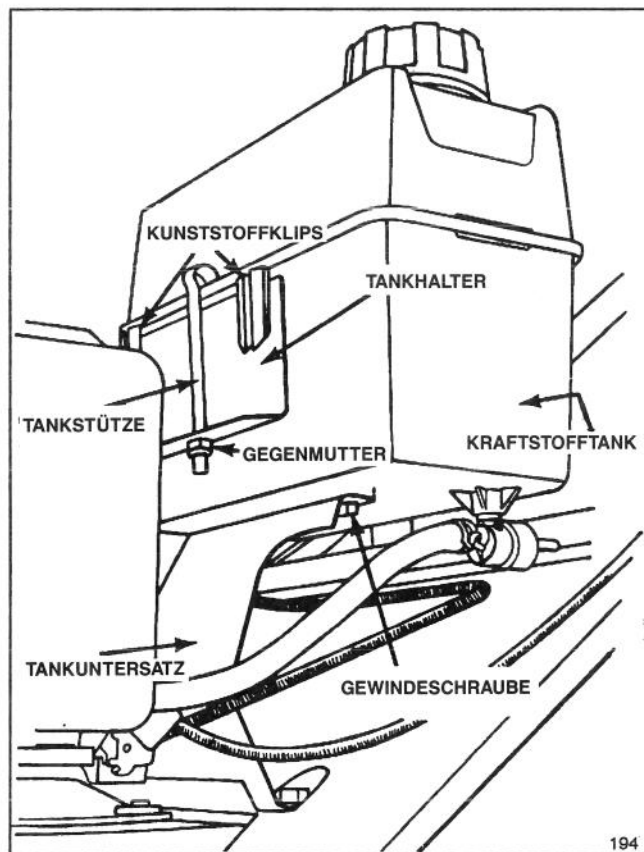

Abbildung 6
2. Die Kunststoffklips auf der Hinterseite des Kraftstofftanks in die Kraftstofftankstütze einklinken (Abb. 6).
3. Kraftstofftank mittels (2) Schrauben auf dem Tankuntersatz befestigen (Abb. 6). Schrauben nicht zu fest anziehen.
4. Tankhalter am Kraftstofftank einhängen und das Ende des Halters in das Loch in der Kraftstofftankstütze einführen. Halter mittels Sicherungsmutter (Abb. 6) an der Kraftstofftankstütze befestigen. Nicht zu fest anziehen.